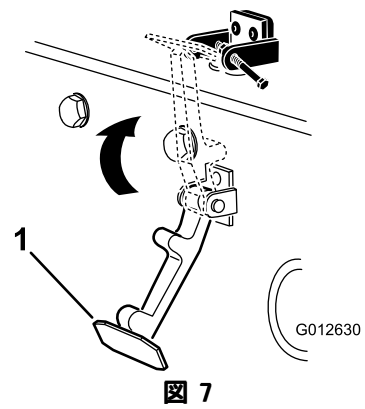

図 7
6. フード・ラッチブラケットにラッチを入れる (図 7)。